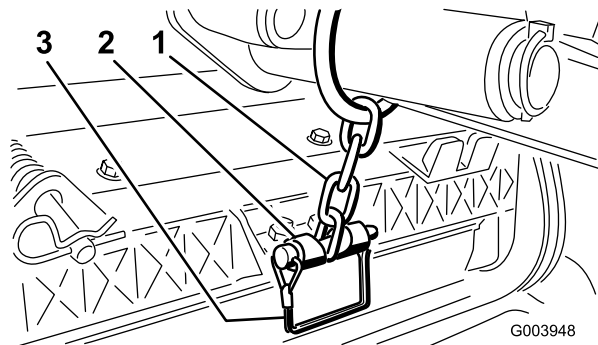

图12
12. 使用保险销将提升臂链条固定到链条轴（图12）。使用滚刀组操作手册所述的链条节数。